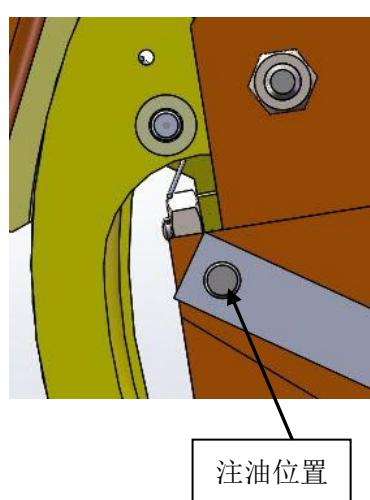
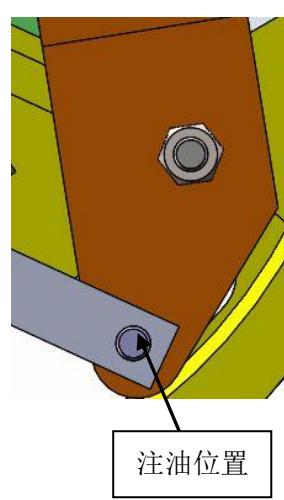

图 3b
图 3c
1. 限速器投入使用前在棘爪注油孔（图 2d）、连杆两端连接轴（图 3b、图 3c）处进行注油（润滑油牌号 ISO VG 100），注油后保证甩块部件、棘爪、压爪可无卡涩迅速动作到位。